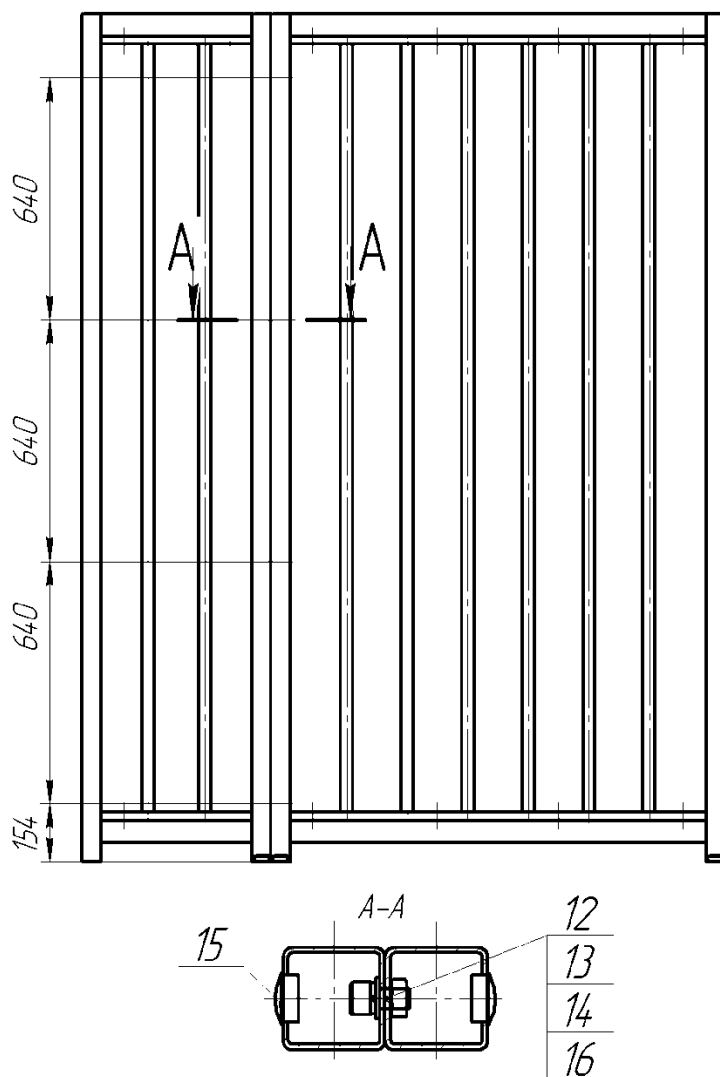

Рис. 6 Схема стыковки ограждений между собой
6.8. Для стыковки двух ограждений между собой установите ограждения. Через отверстия в боковой стойке закрепите ограждения между собой винтами **12** (см. рис. 6) с шайбами **13, 14** и гайками **16**. Затяните болты крепления ограждения и анкерные болты. В отверстия крепления ограждений установите декоративные заглушки **15**.